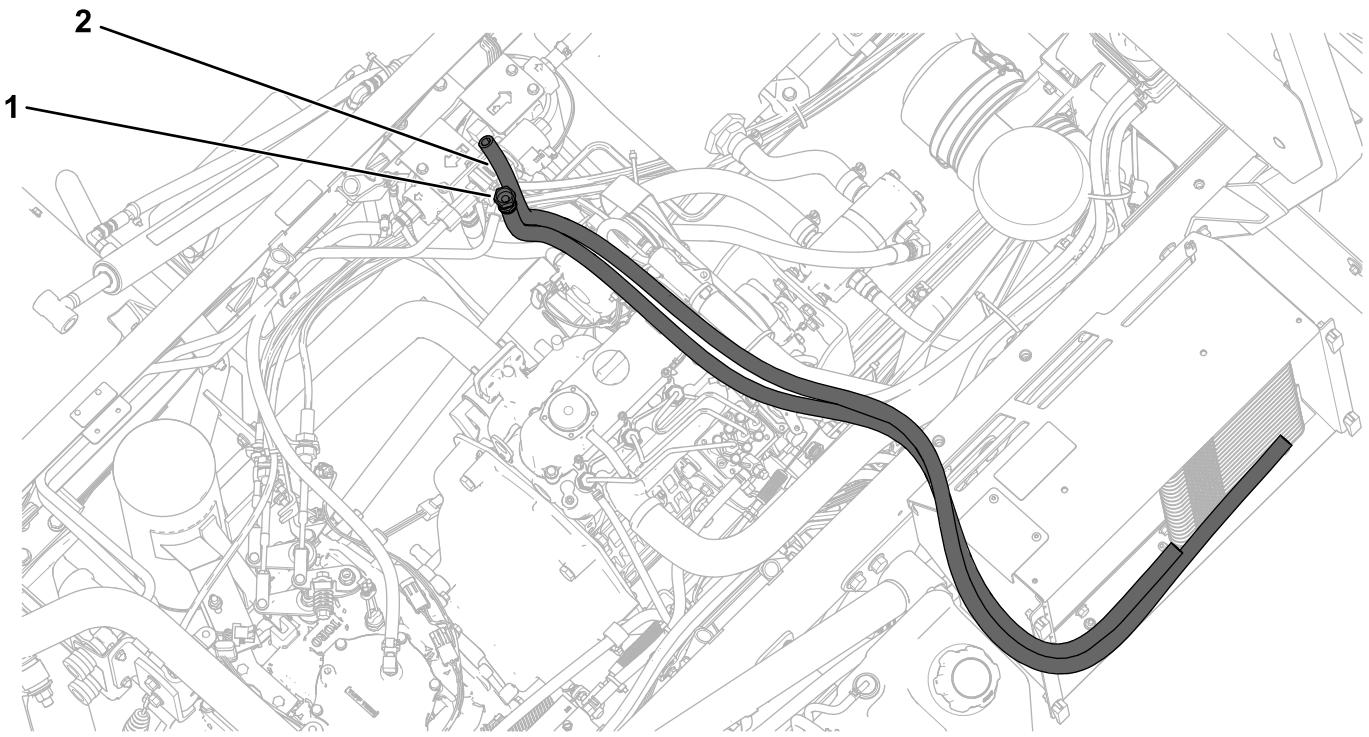
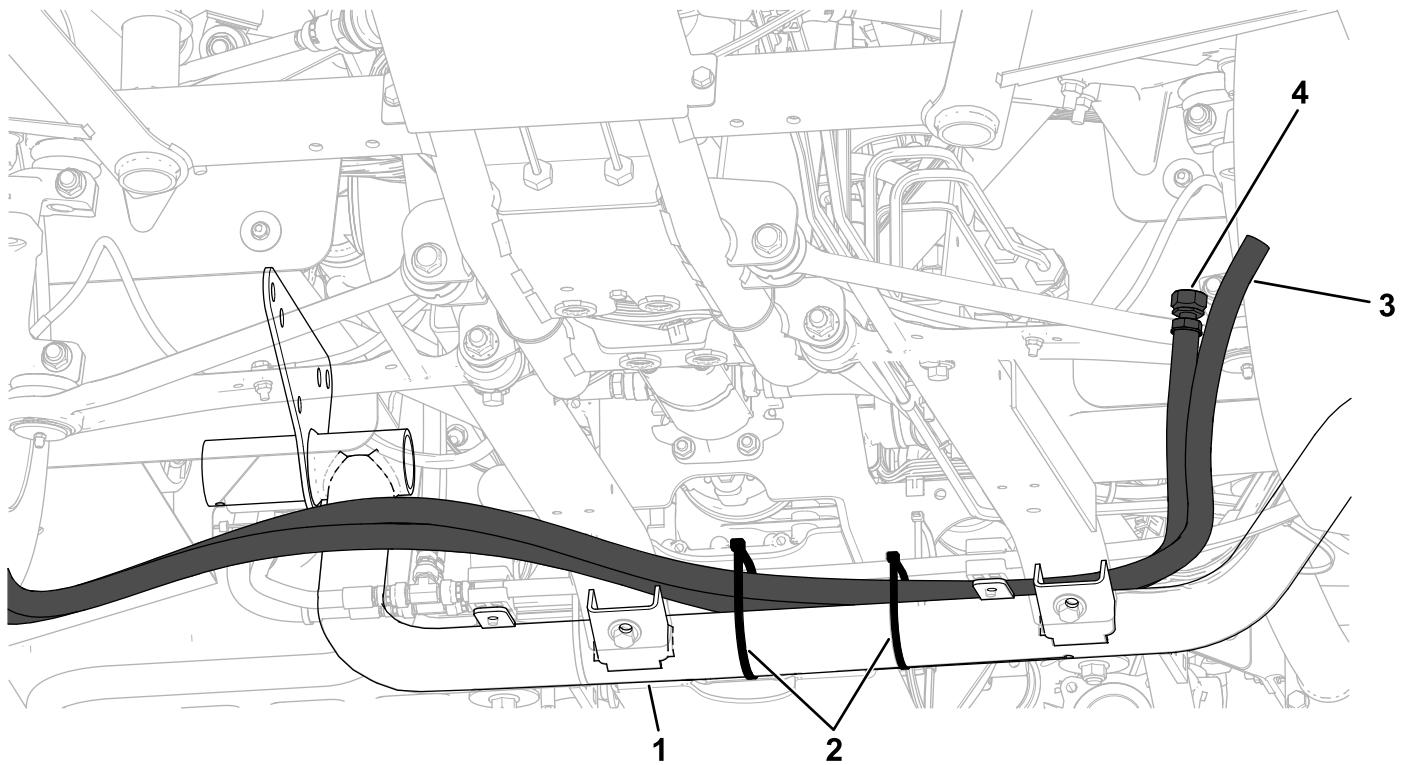

Figura 17
Figura 18
- Fixe o tubo (1/2 pol. x 51 pol.) com união na união posterior do refrigerador e na união na parte inferior da válvula como se mostra na Figura 17 e na Figura 18. Fixe o tubo na união do refrigerador com uma abraçadeira de tubo pequena.
- Fixe o tubo (1/2 pol. x 63 pol.) na união frontal do refrigerador e na união de entrada da cabeça do filtro hidráulico como se mostra na Figura 17 e na Figura 18. Fixe os tubos com duas abraçadeiras de tubo pequenas.